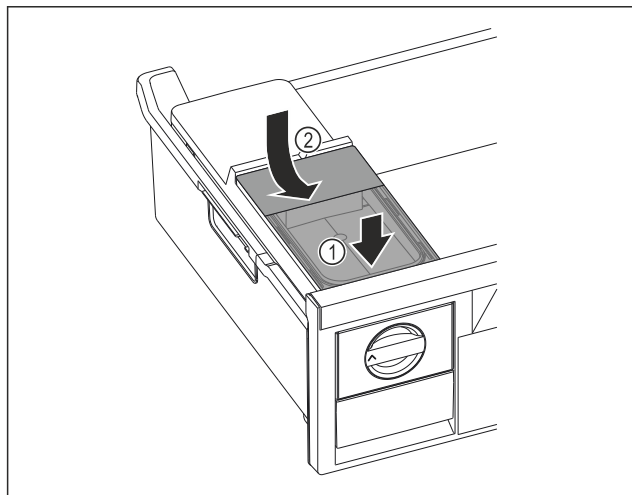

Fig. 125
- ▶ Colocar el depósito de agua por delante. Fig. 125 (1)
- ▶ Bajar el depósito de agua por detrás. Fig. 125 (2)